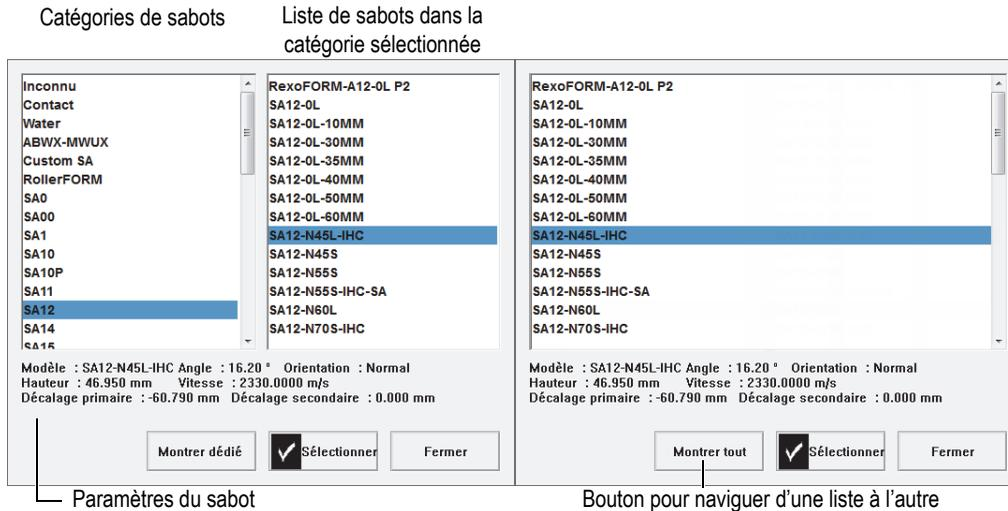

Figure 4-3 Liste de sabots dans la boîte de dialogue de sélection de sabots
3. Sélectionnez **Sabot** pour ouvrir la liste de sabot prédéfinie (voir la Figure 4-3 à la page 112) :